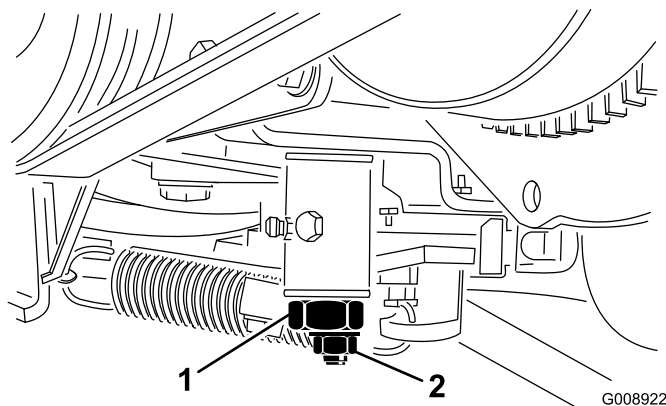

Figura 53
2. Afloje el conector del cable del acelerador en la palanca de la bomba de inyección (Figura 53).